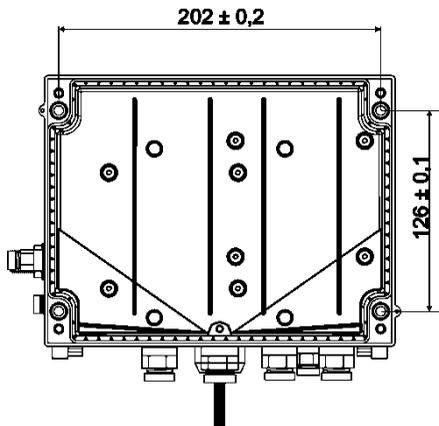

Fig. 10
1. Haga 4 agujeros en las posiciones correspondientes de la pared (→ medidas en Fig. 10).